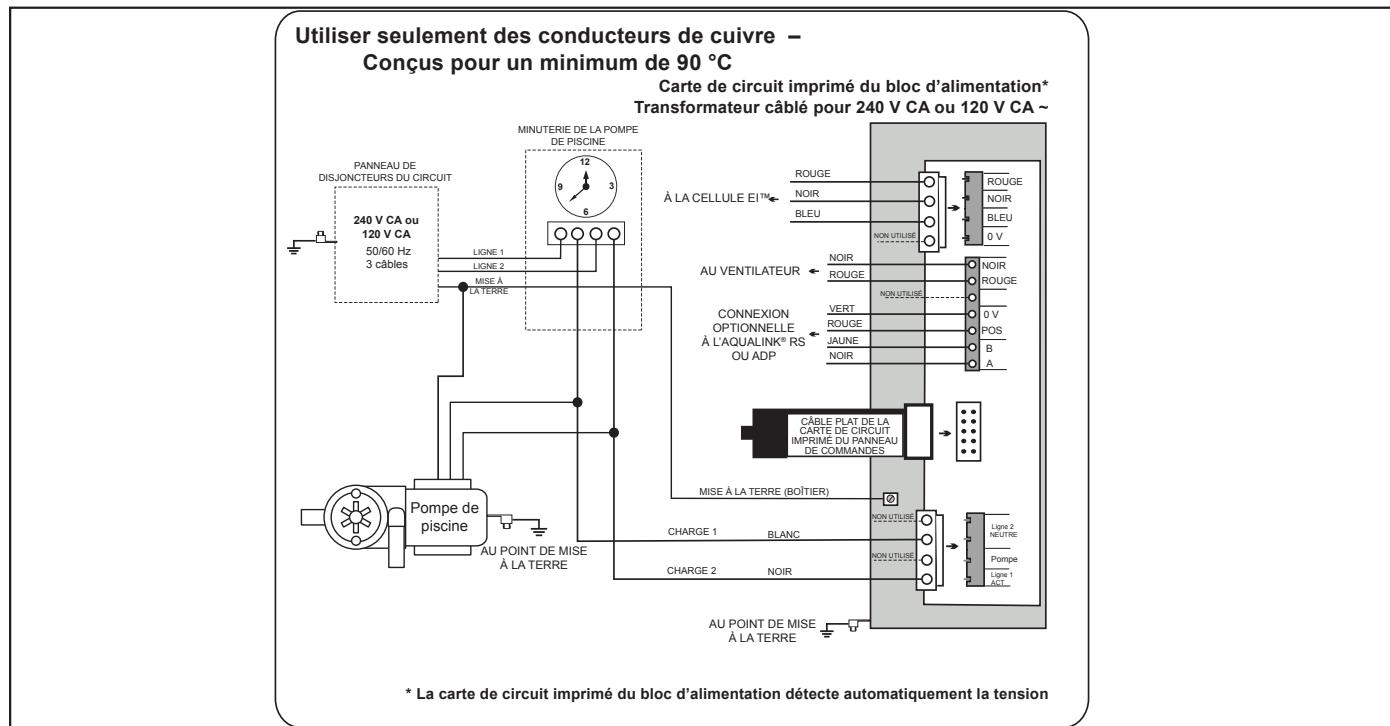

Figure 18. Schéma de câblage 240 V CA ou 120 V CA
1. Connecter le bloc d'alimentation à la source de courant de la pompe de piscine en utilisant un fil isolé de 3,3 mm2 (calibre 12) et un conduit. Câbler le bloc d'alimentation au côté CHARGE d'une pompe ou au côté CHARGE du relais de la minuterie de la pompe de la piscine de manière à ce que le chlorateur ne puisse démarrer que lorsque la pompe de la piscine démarre (Voir Figure 18).